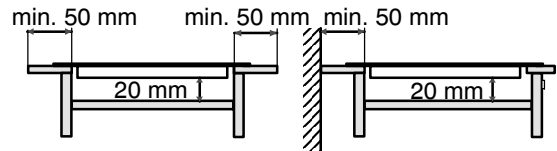

Fig.2
3. Arbeitsplatte nach vorgeschriebenem Ausschnittmass ausschneiden (**Fig.2**). Die Toleranzmasse dürfen nicht überschritten werden. Die Ausschnittfläche der Arbeitsplatte mit geeignetem Lack gegen Feuchtigkeit versiegeln.